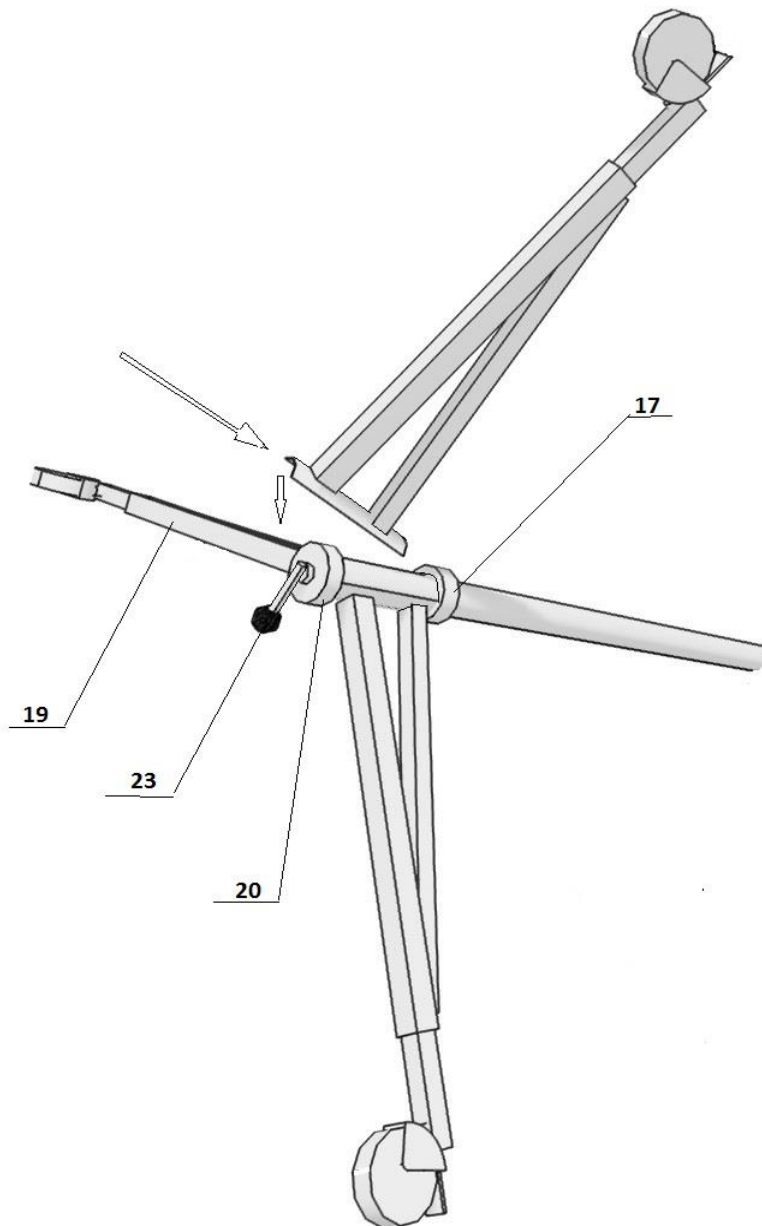

Рис.2
- 5.2. Вставьте в упорное кольцо (17) лап верхние края ламелей опорных лап (см. рис.2).